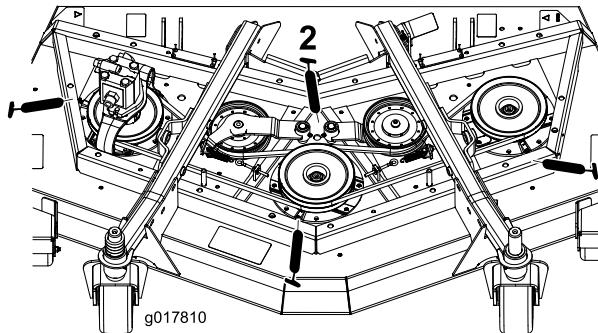

Bild 62
- Drei Spindelwellenlager (unter der Riemscheibe) (Bild 62)
- Zwei Spannarm-Drehbüchsen (Bild 62)